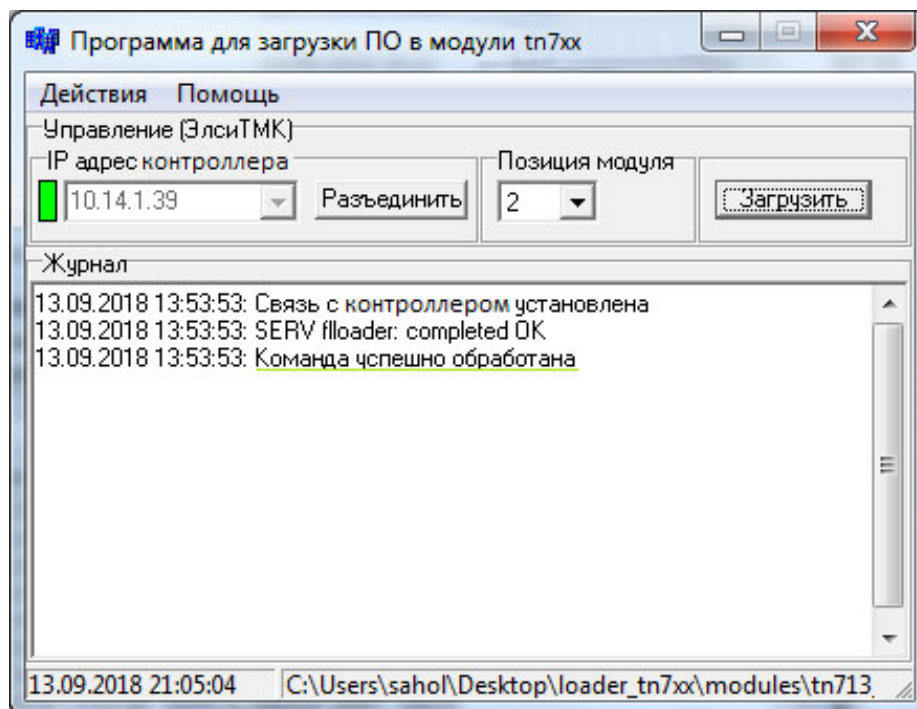

Рисунок 3.4 – Программа *loader_tn7xx.exe*. Окончание загрузки ПО в модуль
4. Проверить в *Журнале* статус процесса загрузки программного обеспечения. После правильной загрузки ПО в *Журнале* появится сообщение «Команда успешно обработана» (рисунок 3.4).